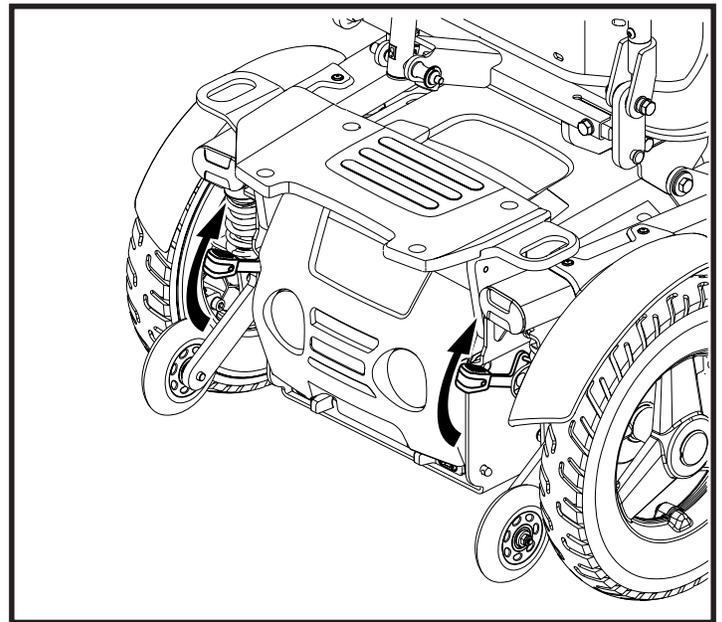

Figure 9. Mode «roues libres» (débrayé)
3. Soulevez les leviers vers le haut pour désengager les moteurs et passer en mode «roues libres». Voir la figure 9.